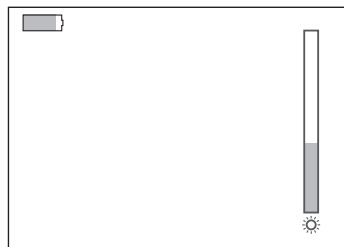

Fig. 11 – Ajuste de contraste
Os 8 níveis de contraste do display podem ser ajustados pressionando o botão de contraste (6), conforme Fig. 11.